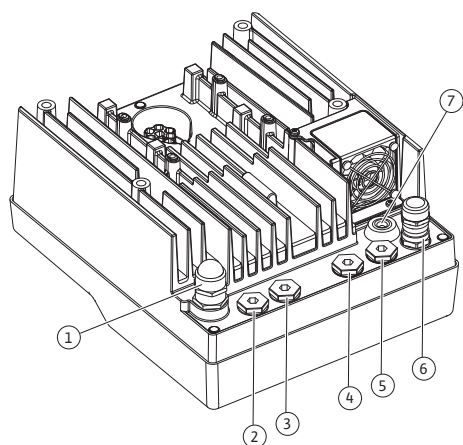

Fig. 19: Prensas-fios/passagens de cabos
4. Passar o cabo de ligação de rede através do prensa-fios M25 (Fig. 19, pos. 1). Apertar o prensa-fios com os torques indicados.